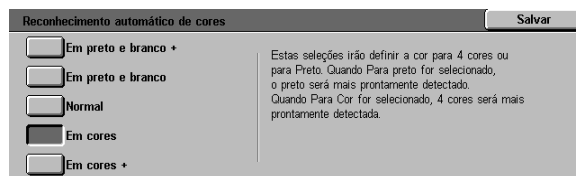

Figura 49: Configurações de reconhecimento automático de cor
- Toque na caixa que indique a configuração apropriada do nível de qualidade de imagem para Reconhecimento automático de cor, conforme ilustrado na Figura 49.